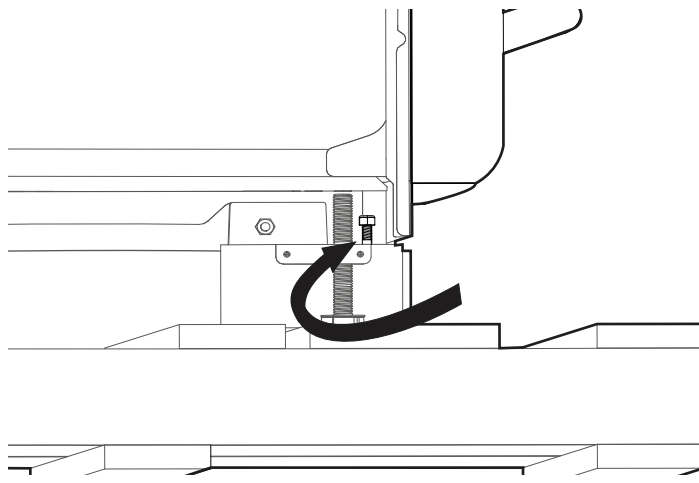

Figure 8 : Retirez le boulon de palette
3. **Modèles PRDS48JDSGU/C :** Pour avoir accès au boulon de la palette situé derrière le tiroir chauffant, atteignez le boulon situé en haut et derrière la structure de l'appareil et tenez-le en place à l'aide d'une clé de 1/2 po (voir Figure 8). Utilisez une deuxième clé pour desserrer le boulon situé en bas. **N'enlevez PAS le tiroir chauffant.**